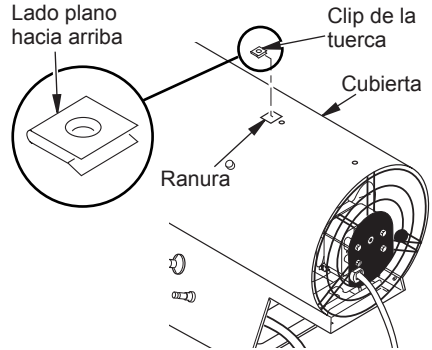

Figura 4. Instalación del clip de la tuerca
2. Inserte el clip de la tuerca (incluido con la manija) con el lado plano volteado hacia arriba a través de la ranura de la parte superior de la cubierta. Alinee los orificios del clip de la tuerca con el orificio del tornillo detrás de la ranura en la parte superior de la cubierta. (consulte la figura 4).